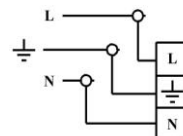
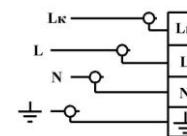

Рис.1
Рис.2
- Рис.1 Схема подключения светильника с ЭПРА; Рис.2 Схема подключения светильника с БАП.